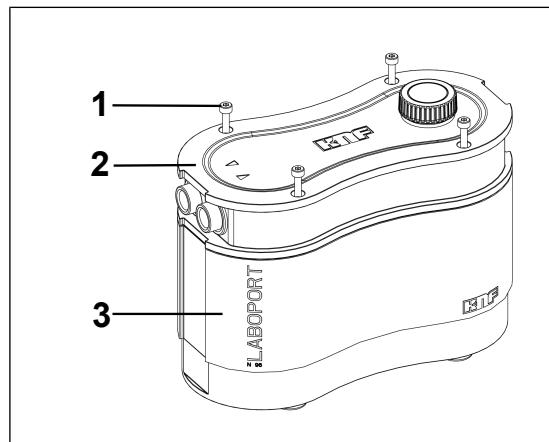
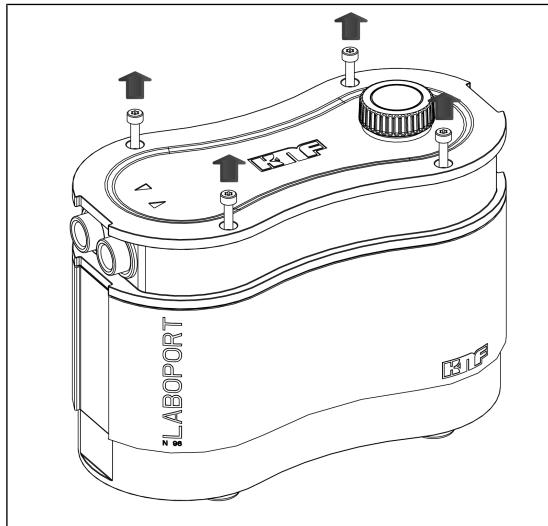

Fig.7: Aprire la carcassa
Fig.8: Allentare le viti della carcassa
1. Allentare le quattro viti della carcassa (Fig. 7/1) und entnehmen Sie diese aus dem Gehäusedeckel (2) (vedere Fig. 8).
1. Posizionare il coperchio della carcassa (Fig. 7/2) sulla carcassa della pompa (3) con cautela (vedere Fig. 12).